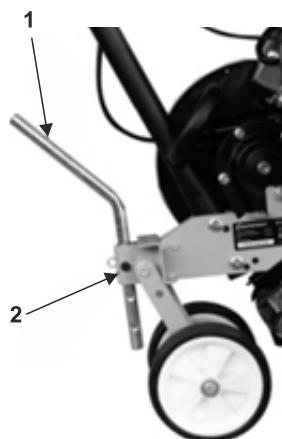

Рис.5 Установка сошника в транспортное положение
7. Установите сошник 1 в кронштейн сошника 2 в транспортное положение и зафиксируйте его штифтом и шплинтом (рис. 5).